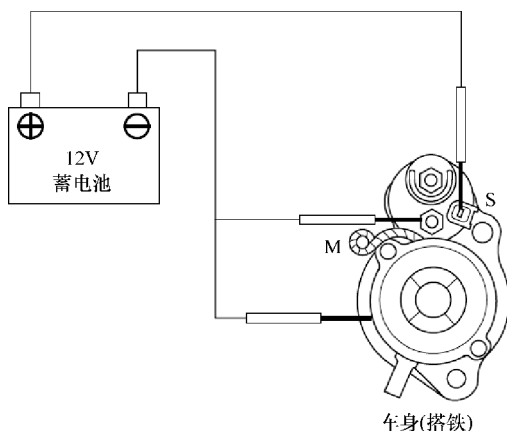

图 24-6 连接蓄电池供电
4) 如图 24-6 所示连接蓄电池。确保将起动电动机线束从电磁阀上断开。如果起动机小齿轮移出，则能正常工作。